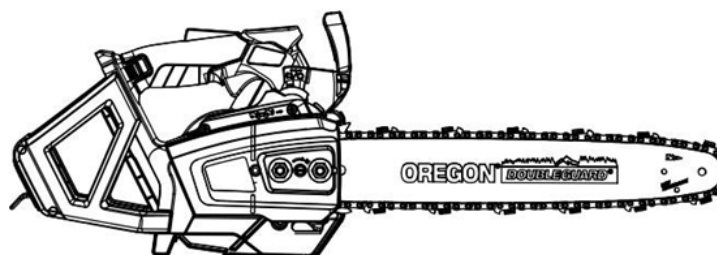

Fig 10
7. Tirare con attenzione e lentamente la catena attorno alla spada con la mano. Allentare la regolazione se si avvertono punti stretti (Fig. 10).